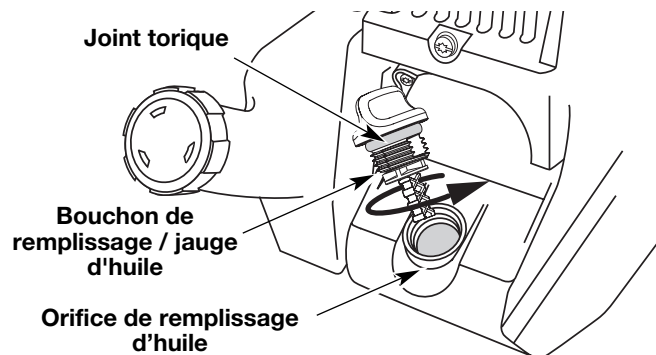

Fig. 16
6. Si le niveau est trop bas, ajoutez un peu d'huile par l'orifice et revérifiez (Fig. 16). Continuez jusqu'à ce que le niveau d'huile atteigne le haut de la jauge.
REMARQUE: Assurez-vous que le joint torique est mis sur le bouchon de remplissage / jauge d'huile au moment de la vérification et du changement d'huile (Fig. 16).